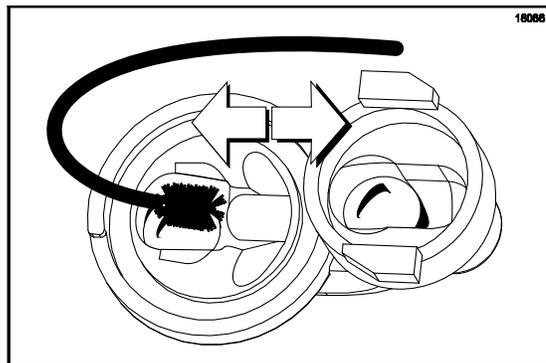

図85
7. ブラシを前後に動かして通路を洗浄します。一度ブラシをいっぱい差し込み、次にバルブ本体から抜きます(図85を参照)。